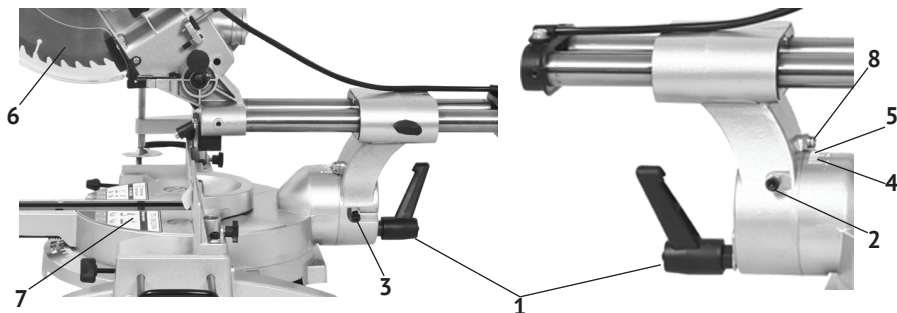

рис.3
- для установки угла наклона необходимо: ослабить стопорный винт (рис.3 поз.1), установить необходимый угол распила по шкале (рис.3 поз.4), поворачивая режущий блок за рукоятку пилы, и надёжно зафиксировать стопорный винт.
- установить рабочий стол (рис.3 поз.7) в нулевое положение;
- ослабить контргайку винта (рис.3 поз.2);
- установить транспортир (электронный угломер), измеряющий угол между плоскостью рабочего стола (рис.3 поз.7) и пильного диска (рис.3 поз.6);
- шестигранным ключом из комплекта поставки поворачивать винт (рис.3 поз.2) до точной установки угла 90° между диском и рабочим столом;
После установки точного положения угла, проверить положение стрелки-указателя (рис.3 поз.5) на шкале (рис.3 поз.4). При несовпадении с нулевым положением, ослабив винт крепления стрелки (рис.3 поз.8), откорректировать её положение и зафиксировать винтом.
- ослабить контргайку винта (рис.3 поз.3);
- установить транспортер (электронный угломер), измеряющий угол между плоскостью рабочего стола (рис.3 поз.7) и пильного диска (рис.3 поз.6);
- шестигранным ключом из комплекта поставки поворачивать винт (рис.3 поз.3) до точной установки угла 45° (влево) между диском и рабочим столом;